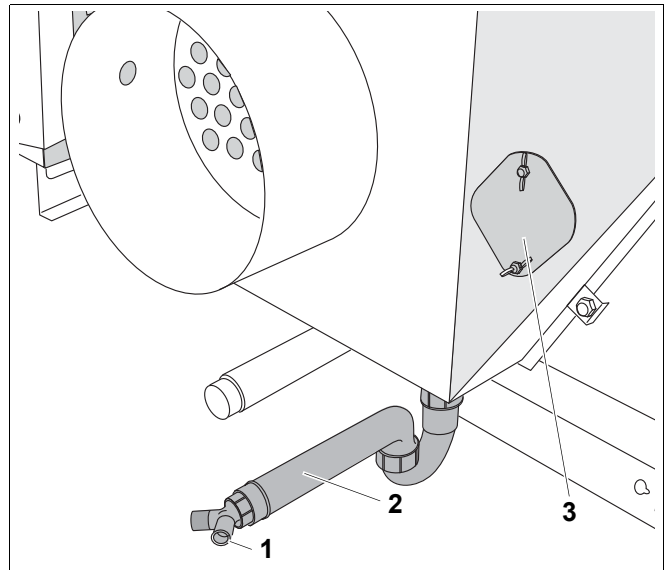

Рис. 27 Выход конденсата
- Подсоедините сливной шланг к патрубку (рис. 27, поз. 1) слива конденсата (сифону) (рис. 27, поз. 2) и закрепите хомутом. При использовании температуростойкой пластиковой трубы Ø 40 тройник на сифоне отпилите.
Экспликация к рис. 27
Перед пуском котла или устройства нейтрализации в эксплуатацию налейте в люк для чистки (рис. 27, поз. 4) примерно 10 литров воды, чтобы заполнить устройство нейтрализации и не допустить выхода дымовых газов из сифона котла.
При проведении чистки не допускайте забивания выхода конденсата, см. (рис. 27, поз. 2).
- Проверьте и при необходимости очистите сборный коллектор дымовых газов и слив конденсата (рис. 27, **поз. 3**) через люк для чистки.